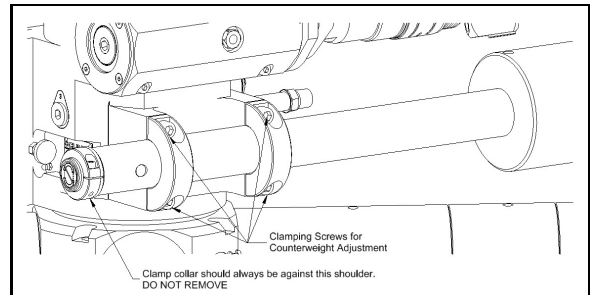

РИСУНОК 3-28. МЕСТОПОЛОЖЕНИЕ СТОПОРНЫХ ВИНТОВ
2. Ослабьте зажимные хомуты крепления рычага противовеса (рис. 3-28).
3. Ослабьте стопорные винты регулирования противовеса (рис. 3-28).
Хомут на рычаге противовеса предотвращает смещение узла противовеса от основного корпуса при неплотно зажатом рычаге (рис. 3-28). Этот хомут имеет уретановый торец, который должен выходить на зажимы основного корпуса. Кольцевое уплотнение между хомутом и буртиком на конце рычага обеспечивает поглощение энергии удара при смещении. При обнаружении смещения хомута или отсутствия кольцевого уплотнения устраните эти недостатки до продолжения использования станка.